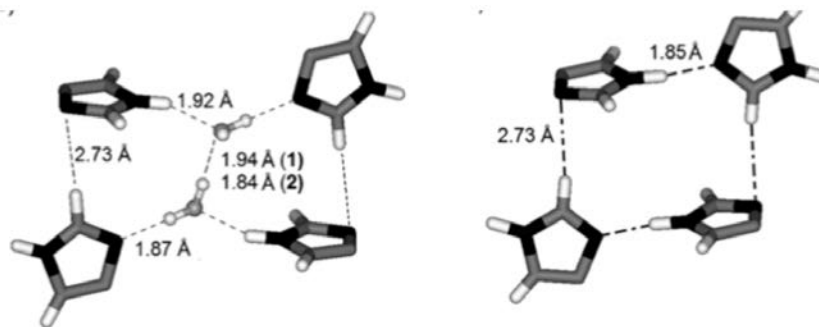

FIGURE 18 – Détail du «l-quartet» en forme ouverte/fermée5.
**Q59. Nommer** le type d'interactions mises en évidence par les pointillés dans la figure 18.